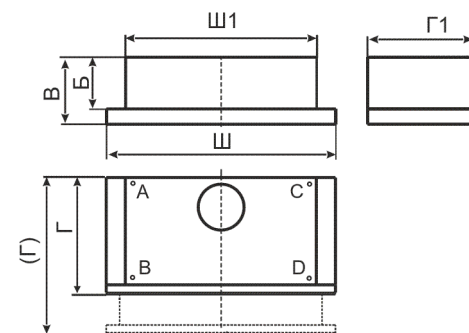

рис. 2
- просверлите четыре отверстия Ø5 мм (соответствующие отверстиям А, В, С, D, рис. 2) для крепления вытяжки в нижней панели полки;